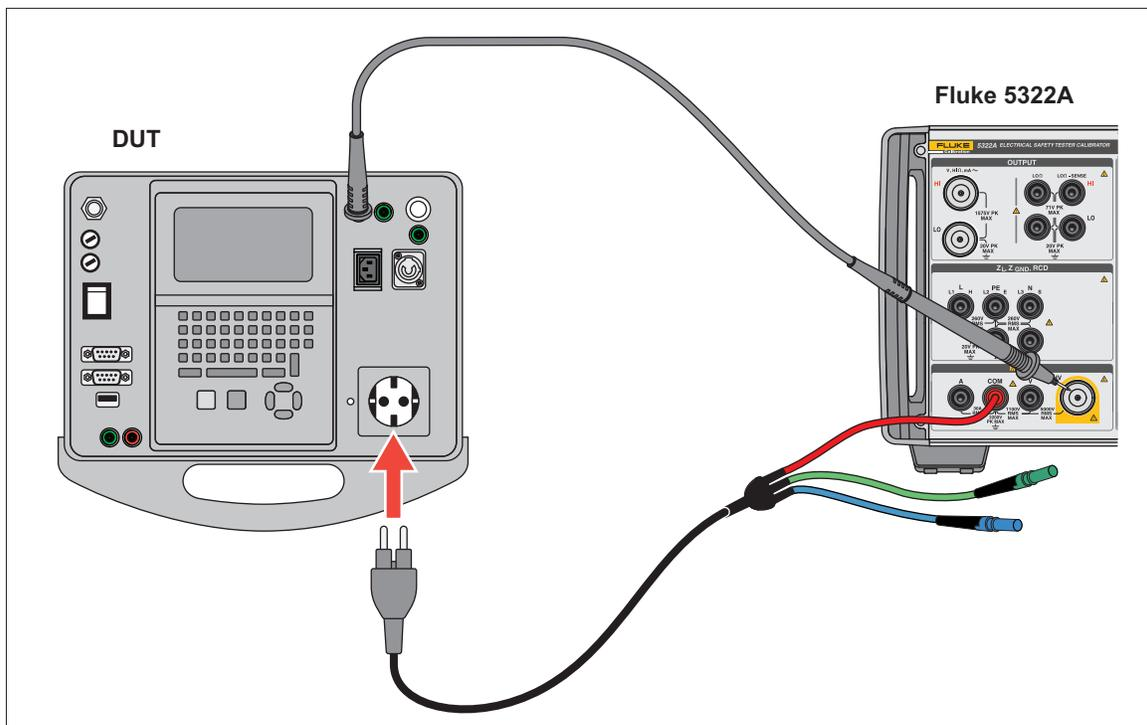

Figure 58. Mesure de tension de test Flash de classe II à l'aide du mode Courant de fuite du testeur flash
3. Connectez le produit et l'appareil testé comme indiqué sur la Figure 58.